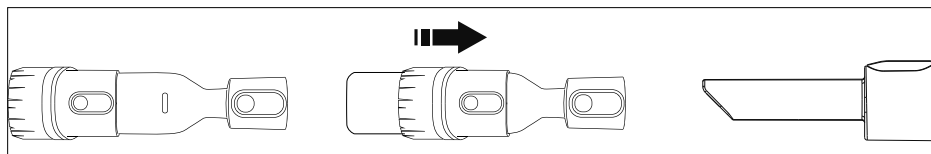

Fig. 7
Boquilla para ranuras (6) (véase la fig. 7)	<ul style="list-style-type: none"> <li>• Aspiración de esquinas, zonas inaccesibles para la boquilla de suelo, marcos de ventanas, pliegues de tela, etc.</li> </ul>
Boquilla 2 en 1 (7) (véase la fig. 7)	<ul style="list-style-type: none"> <li>• Cepillo: aspiración de objetos delicados, como libros, marcos de cuadros, tapicerías, cortinas y rejillas</li> <li>• Solo la boquilla: camas, sofás y tapicerías</li> </ul>